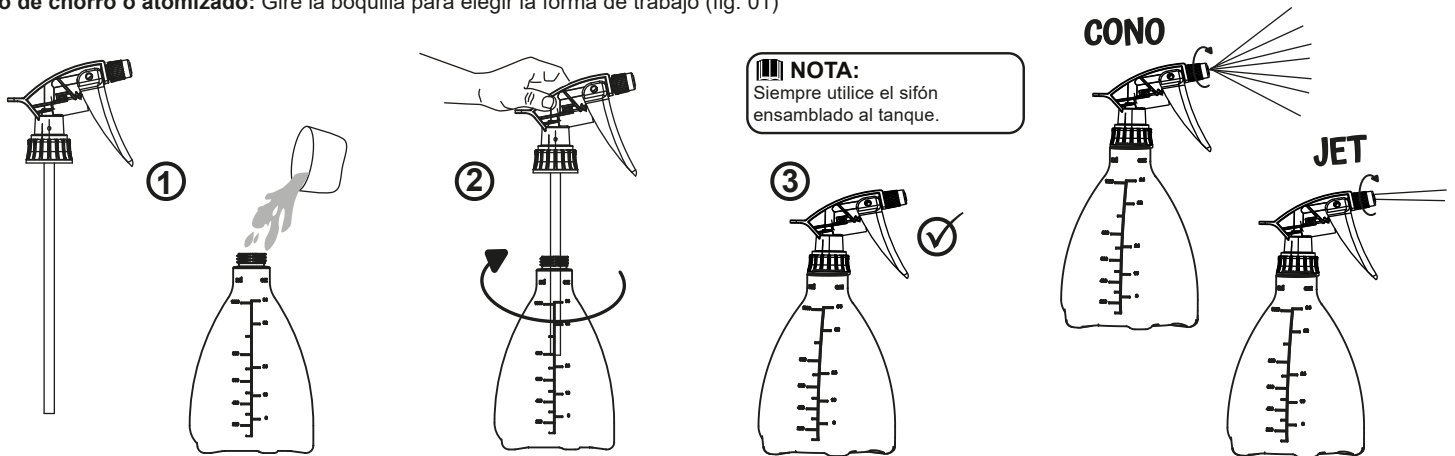

fig. 01: tipos de atomizado
- Tipo de chorro o atomizado: Gire la boquilla para elegir la forma de trabajo (fig. 01)